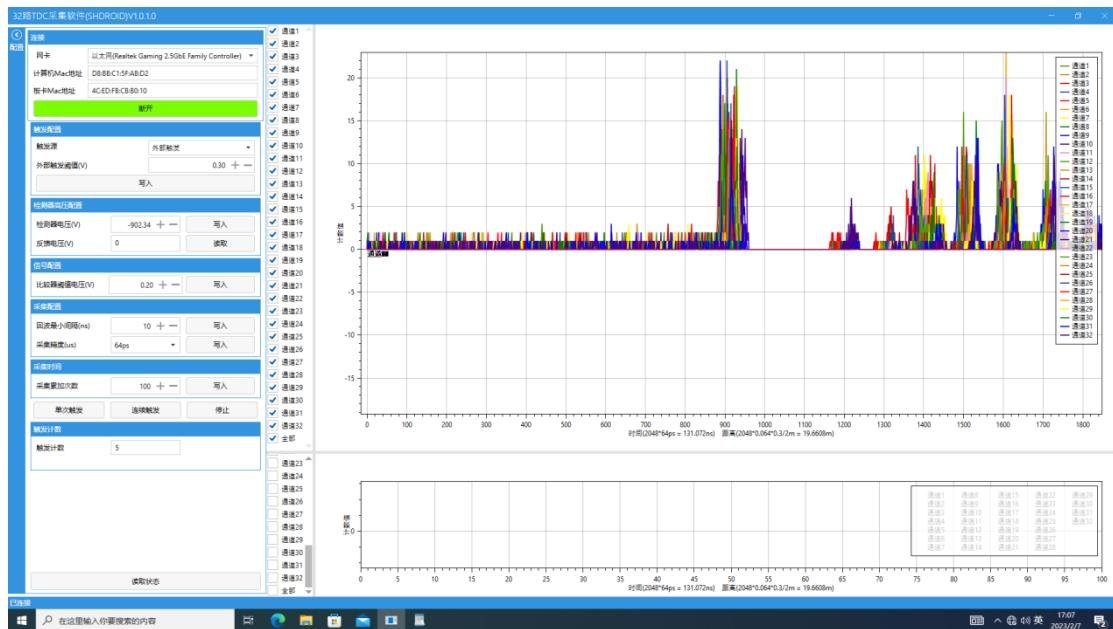

图 13 软件界面
1.6.2 选择全部则将 32 个的通道的数据全部展现，也可以根据自己的需求选择要看的通道。如图 13 所示。